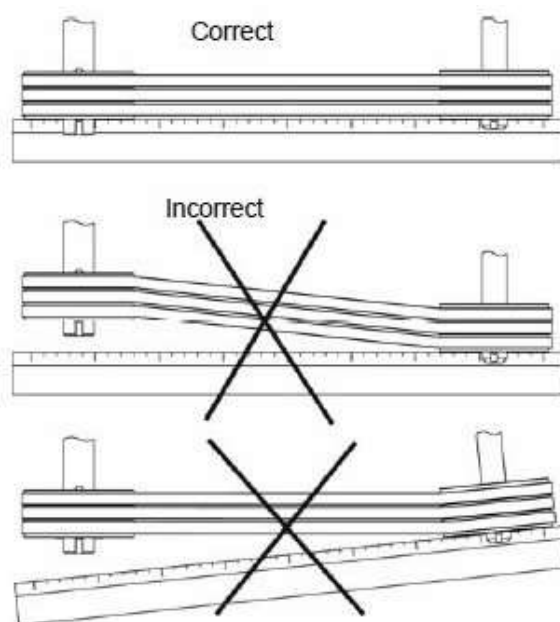

Рис.27. Установка шкивов
2. Измерить силу Р, необходимую, чтобы прогнуть ремень на S=16 мм на каждый погонный метр расстояния между осями, приблизительно посередине расстояния между осями (Рис.27).
бы один ремень выработан, следует заменять все ремни, обращая внимание, чтобы они были одинаковой длины и такого же профиля, что и профиль углублений в шкиве. Если не заменить все ремни, то новые будут нести большую нагрузку, чем старые, т.к. они короче старых. При замене ремней, следует ослабить натяжной болт плиты двигателя (Рис. 27) до такой степени, чтобы ремни можно было снять и заложить на шкивы вручную, без усилий. Ни в коем случае нельзя натягивать ремни с усилием при помощи отвертки или какого-либо другого предмета. При замене ремня следует проверить, не износились ли поверхности и канавки шкивов. Новые ремни следует натянуть таким образом, чтобы требуемая сила P (Рис. 25) как можно больше совпала со значением P , указанным в Таблице 19.
5. правильно установить ременные шкивы (Рис. 27)